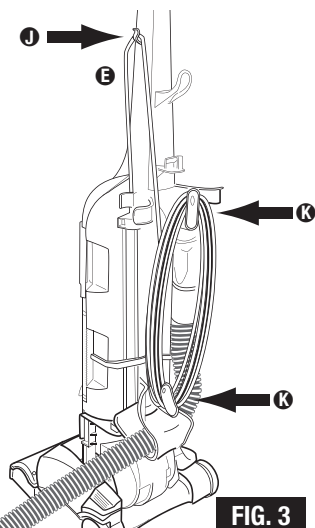

FIG. 3
- Step 3:** Pull the electrical cord **E** up to the cord retainer **J** and firmly push down into retainer. This will keep the cord out of the way the next time you vacuum (FIG. 3).
- Step 4:** Wind the cord around the two cord hooks **K** on the back of the vacuum (FIG. 3).
- Paso 3:** Jale el cordón eléctrico **E** hacia arriba y colóquelo dentro del retén de la manguera **J** y empujelo firmemente hacia abajo dentro del retén. Esto mantendrá el cordón fuera del camino la próxima vez que usa la aspiradora (FIG. 3).
- Paso 4:** Enrolle el cordón alrededor de los dos ganchos **K** para el cordón en la parte trasera de la aspiradora (FIG. 3).